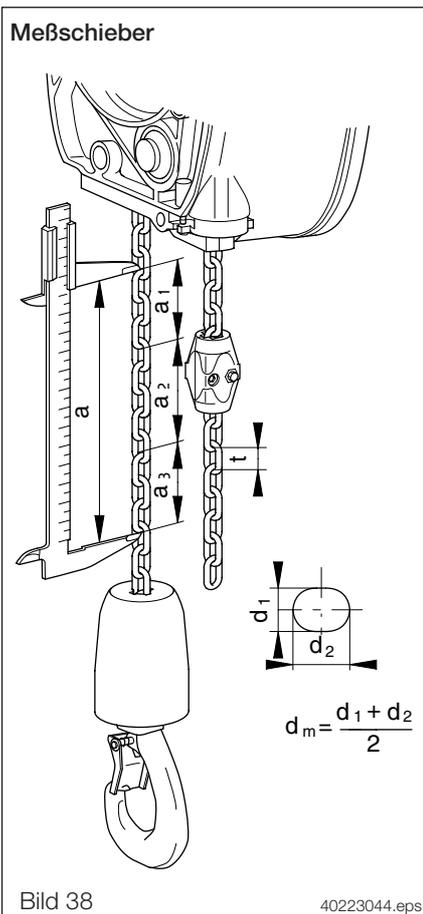

Bild 38
1. Nach Bild 38 mit Meßschieber
Dabei kann die Messung über 11 Kettenglieder auch stufenweise erfolgen, und zwar über 2 x 3 und 1 x 5 Kettenglieder (siehe Tabelle 2 und Bild 38).